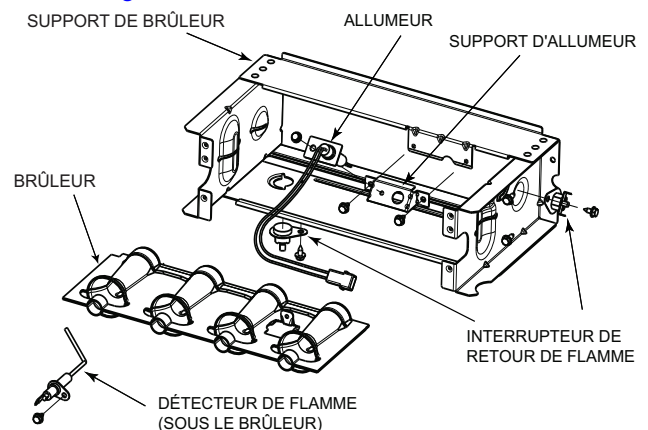
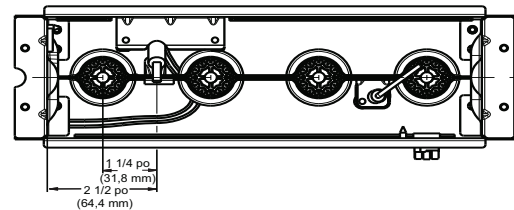
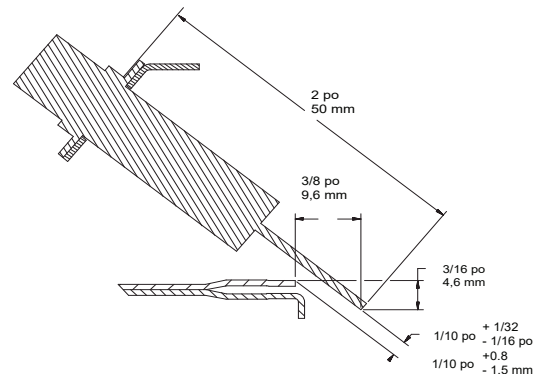

Fig. 67 – Ensemble du brûleur
Fig. 68 – Position de l'allumeur – vue du haut
Fig. 69 – Position de l'allumeur – vue latérale
Consultez le Fig. 67.
8. Vérifiez l'alignement de l'allumeur. Consultez la Fig. 67, la Fig. 68 et la Fig. 69.
L'allumeur n'a **PAS** besoin d'une inspection annuelle. Vérifiez la résistance de l'allumeur avant son retrait. Consultez la Fig. 67, la Fig. 68 et la Fig. 69.
- a. À l'aide d'un tournevis 1/4 po, retirez les deux vis qui fixent le support de fixation de l'allumeur à l'ensemble de brûleur. Voir la Fig. 67.
7. Rebranchez le faisceau de l'allumeur sur l'allumeur en disposant les fils de façon à vous assurer qu'il n'y a aucune tension sur l'allumeur lui-même. Consultez la Fig. 67.